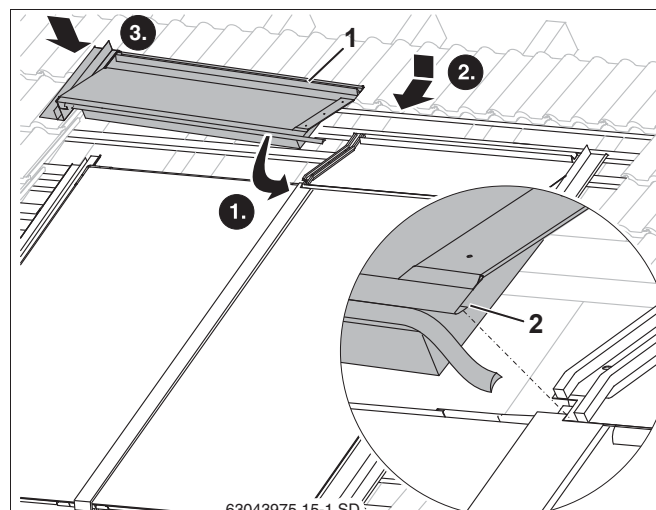

Рис. 56 Верхний левый накладной лист
- ▶ Другие верхние накладные листы заправьте фальцем (рис. 56, поз. 2) в уже смонтированный накладной лист и затем придвиньте к коллектору.
- ▶ Введите левый верхний накладной лист (рис. 56, поз. 1) в левый боковой накладной лист.